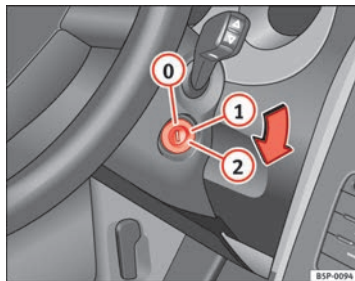

Fig. 138 Positions de la clé de contact
Dans cette position ⇒ fig. 138 l'allumage et le moteur sont déconnectés, ce qui peut bloquer la direction.
- Amenez la clé de contact en position ⇒ fig. 138 ①. Le témoin  s'allumera en cas de préchauffage du moteur. ►
- Lorsque le témoin s'éteint, tournez la clé en position ② pour lancer le moteur sans appuyer sur l'accélérateur.
- Amenez la clé de contact en position ⇒ fig. 138 ①.